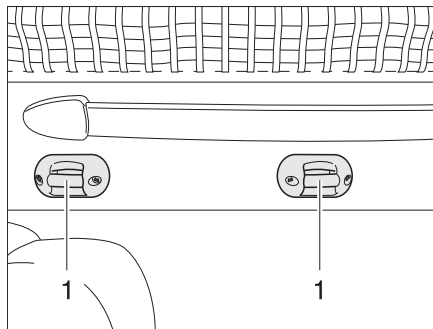

Fig. 154 Fixation échelle de montée
- Accrocher l'échelle de montée par les deux étriers aux crampillons (Fig. 154,1) se trouvant sur le lit escamotable.